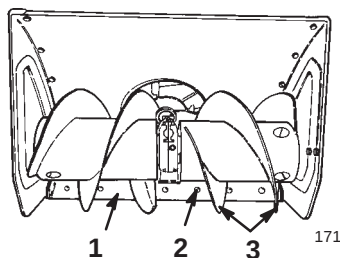

Bild 27
6. Die **Räumschneckenblätter** sollten mindestens 3 mm Bodenfreiheit haben (Bild 27).
8. Lösen Sie zur Einstellung der Schürfleiste die Schlossschrauben, mit denen die Schürfleiste am Räumschneckengehäuse befestigt ist, richten Sie die Schürfleiste aus und ziehen Sie die Schlossschrauben wieder an (Bild 27).